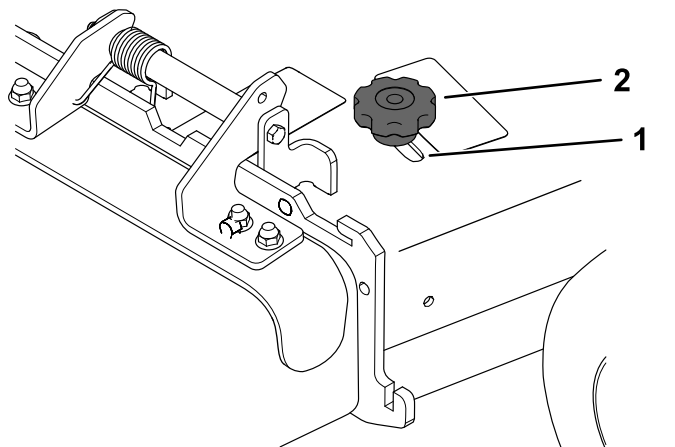

Figure 23
3. Pour régler le déflecteur, desserrez le bouton (Figure 23).